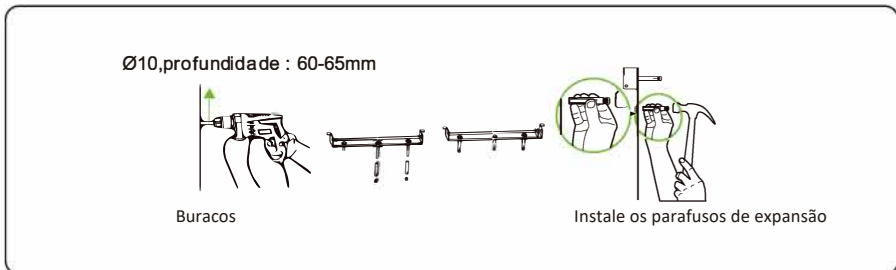

Figura 4.12: Faça furos e instale expansores (unidade: mm)
**Passo 4:** Perfure os furos usando uma furadeira de impacto e instale os parafusos de expansão, conforme mostrado na Figura 4.12.